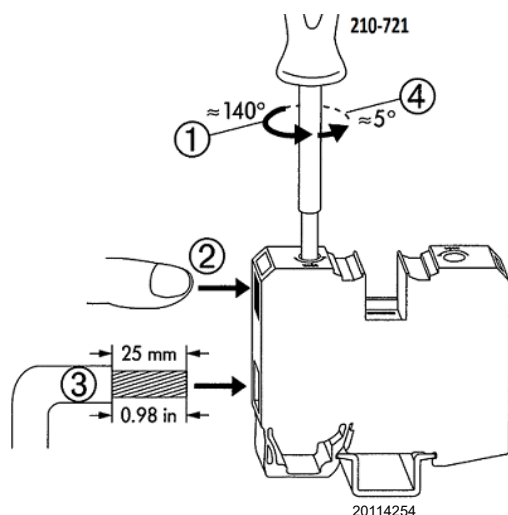

Abb. 30
Öffnen Klemmentyp "A" (Abb. 30)
- Führen Sie das vorher von der Isolierung befreite Kabel ein, drehen Sie den Schraubenzieher leicht und ziehen Sie ihn heraus. Vergewissern Sie sich, dass das Kabel richtig befestigt ist Abb. 30.